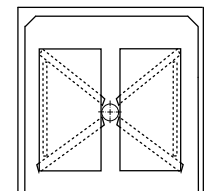

Figura 8
- 8 CONSTRUYA PLACAS DE PESO** si no se proporcionan, como se muestra en la Figura 8. Las placas de peso distribuyen el peso de manera uniforme, lo que ayuda a evitar deformidades en el piso inclinado. También ayudan a asegurar que la resina epóxica se distribuya de manera uniforme y se adhiera bien tanto al piso de la ducha como al suelo.